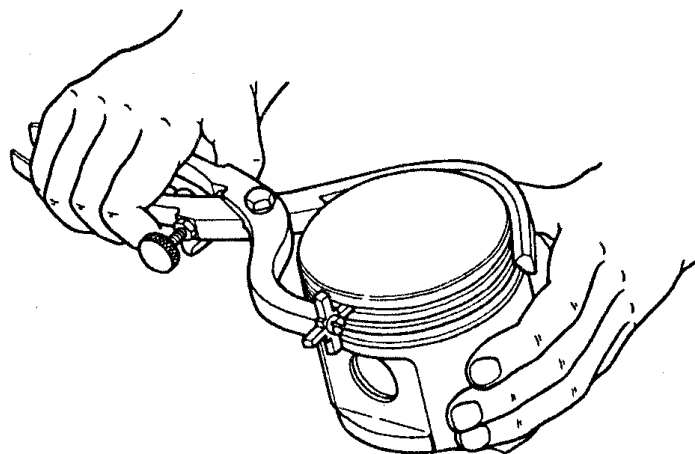

Рис.56. Очистка канавок поршневых колец от нагара с помощью приспособления 5-У-27691
**Поршни.** Большие отложения нагара на днище очищать при помощи шабера или ножа. Особенно тщательно надо очищать от нагара канавки под поршневые кольца с помощью специального приспособления (рис.56). Ширина скребков приспособления должна соответствовать ширине канавок поршня. При очистке надо соблюдать осторожность, чтобы не повредить стенки кольцевой канавки. Очистку отверстий для слива масла производить при помощи сверла подходящего диаметра.